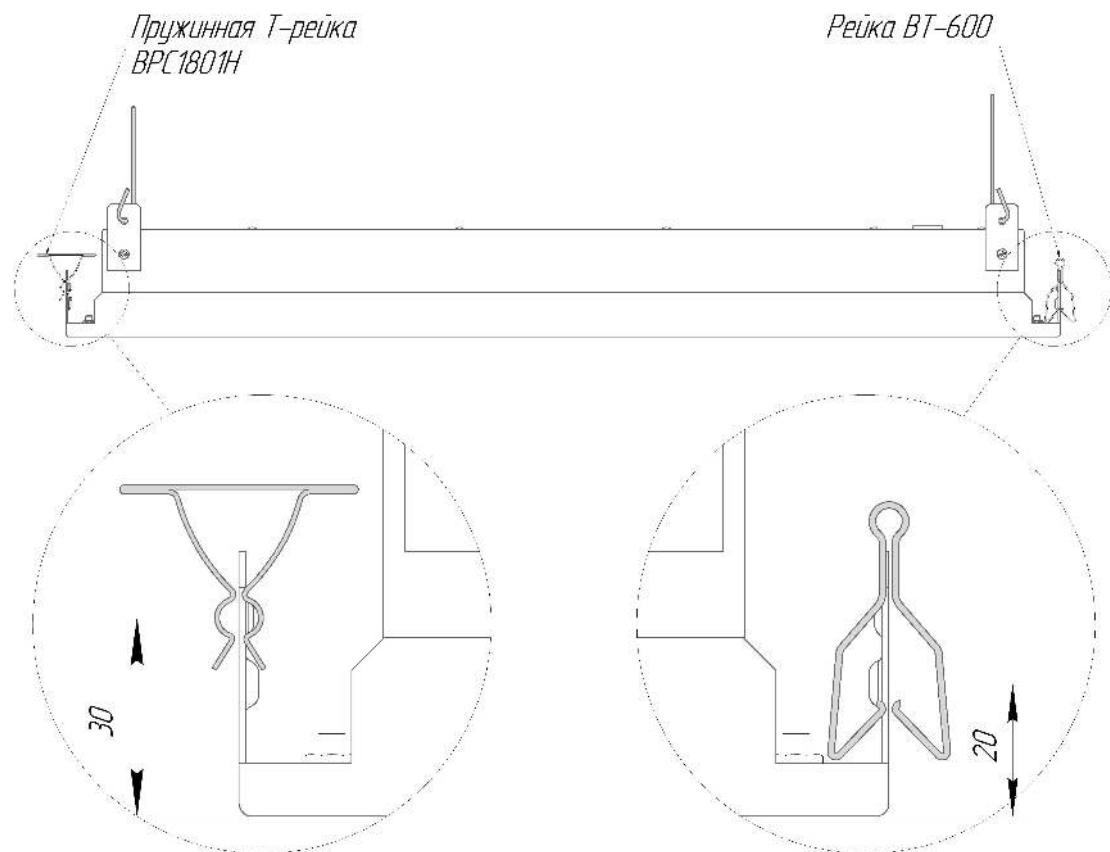

Рисунок 2 – Схема установки светильника ДВО12 ВСF
5.6 Для установки светильника в потолок V-Clip F (на Т-рейку) используйте пуклёвки обечайки, находящиеся на расстоянии 30 мм от лицевой поверхности светильника (рис. 2).
5.7 Для установки светильника в потолки Clip-in (Q-Clip, R-Clip, F-Clip, D-Clip) на рейку BT-600 используйте пуклёвки обечайки, находящие- ся на расстоянии 20 мм от лицевой поверхности светильника (рис. 2).